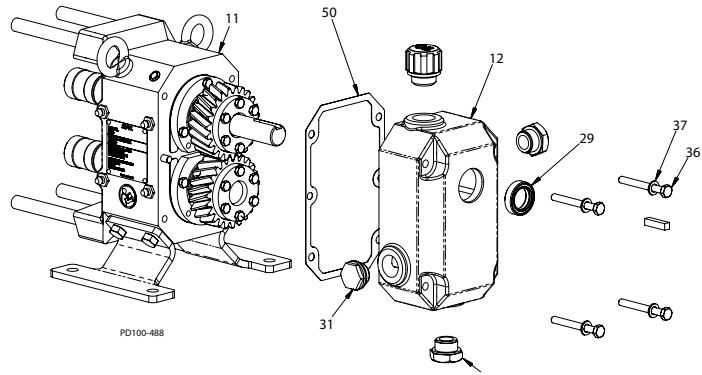

Figura 36 - Retire la cubierta de la caja de engranajes
3. Quite los tornillos (Figura 36, renglón 36) y las arandelas (elementos 37) y desmonte la cubierta (elemento 12).
6. Quite la junta (Figura 36, renglón 50) y deséchela. Raspe cuidadosamente todo residuo de la junta de las superficies de acople de la cubierta de la caja de engranajes (elemento 12) y del cuerpo de la caja de engranajes (elemento 11).